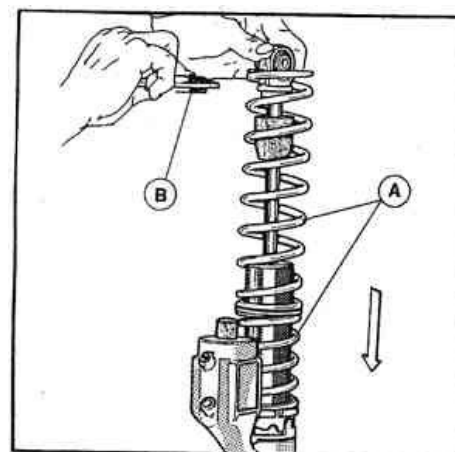

Figure 1
Remonter les ressorts en les enfilant dans le fourreau, d'abord le ressort court au pas plus étroit vers le bas (A), puis l'anneau de guidage des ressorts (B) et enfin le ressort long (C). Ce dernier, n'ayant pas de sens spécifique, peut être monté dans n'importe quel sens. Monter la rondelle supérieure d'arrêt (A) en pressant les ressorts vers le bas comme il a été déjà décrit dans le montage en Fig.1.